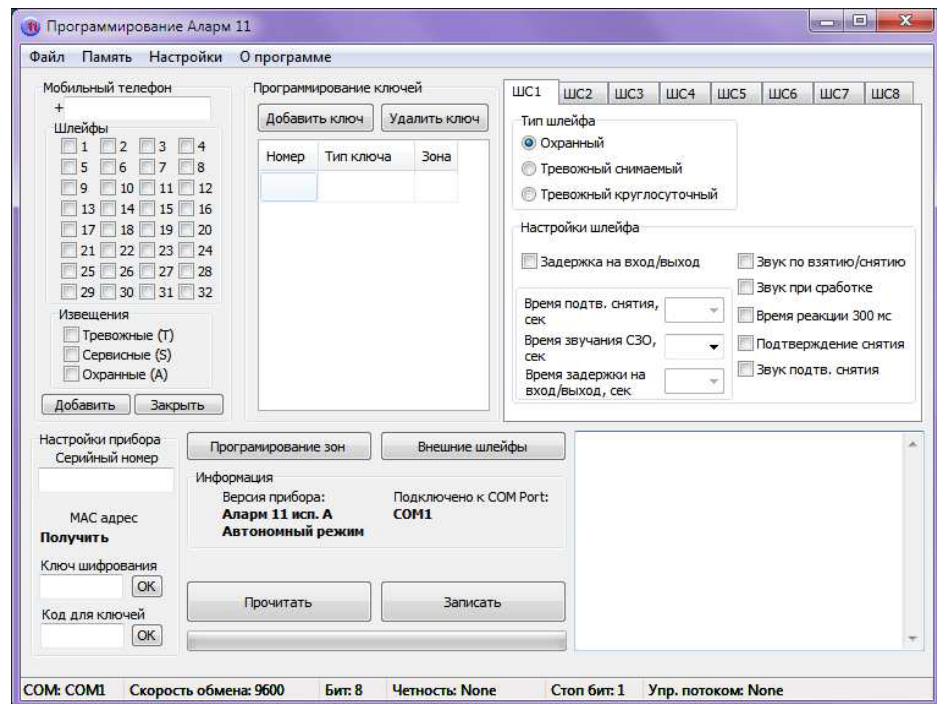

Рисунок 17.
4.5 Для добавления номера мобильного телефона на вкладке «Мобильные телефоны» (рисунок 17), ввести номер мобильного телефона, отметить шлейфы и тип извещений по которым будут формироваться SMS сообщения, нажать кнопки «Добавить» и «Заккрыть».